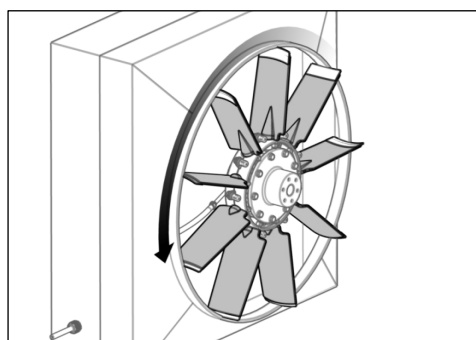

Fig. 33
- 29)** Draai de ventilator met de hand (zie Fig. 33).